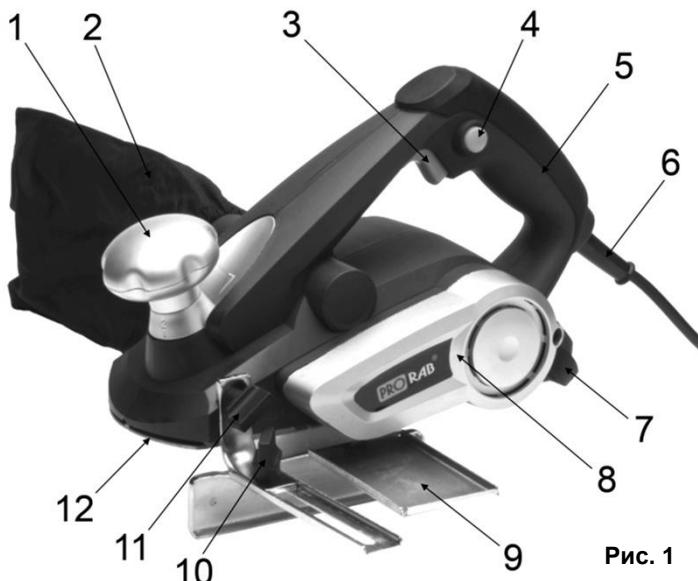

Рис. 1
- Для включения рубанка нажмите сначала кнопку (3)(См. Рис.1,2) блокировки случайного включения, а затем пусковую клавишу (4)(См. Рис.1,2). После того, как пусковая клавиша будет нажата, кнопку блокировки удерживать необязательно.
- Для выключения рубанка отпустите пусковую клавишу (4)(См. Рис.1,2).
- Угловой кронштейн с помощью винта и фиксатора допуска (10)(См. Рис.1,3) прикрепите к направляющей.
- Закрепите собранную направляющую винтовым фиксатором (11)(См. Рис.1,3) в гнезде на корпусе рубанка.
- Регулировка хода направляющей происходит через регулировку фиксатора допуска направляющей (10)(См. Рис.1,3).
- Глубина строгания регулируется поворотом рукоятки (1) (См. Рис.1).
- Установите регулятор глубины строгания (1)(См. Рис.1) в положение «0».
- Открутите винты крепления кожуха приводного ремня (8)(См. Рис.1).